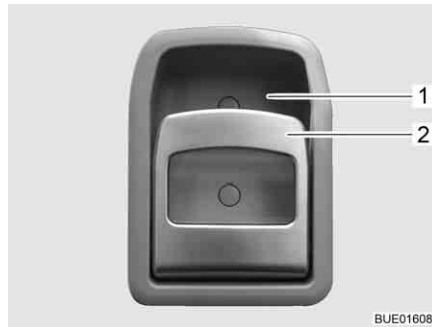

Fig. 56 Serrure de la porte cellule, à l'intérieur
- Tirer sur la poignée (Fig. 56,2). La serrure de la porte se déverrouille et s'ouvre.
- Appuyer sur la poignée (Fig. 56,2) en haut en direction de l'évidement (Fig. 56,1) dans lequel elle repose. La serrure de la porte se verrouille.